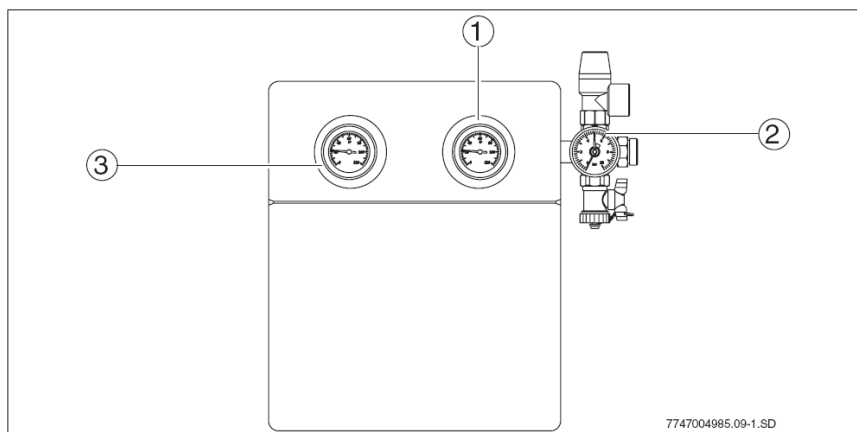

Рис. 10 Комплексная гелиостанция
- термометры (→ Рис. 10, Поз. 1 и 3): встроенные термометры показывают температуры в обратном (синий) и прямом (красный) трубопроводах гелиоконтура.
- манометр (→ Рис. 10, Поз. 2): манометр показывает рабочее давление.